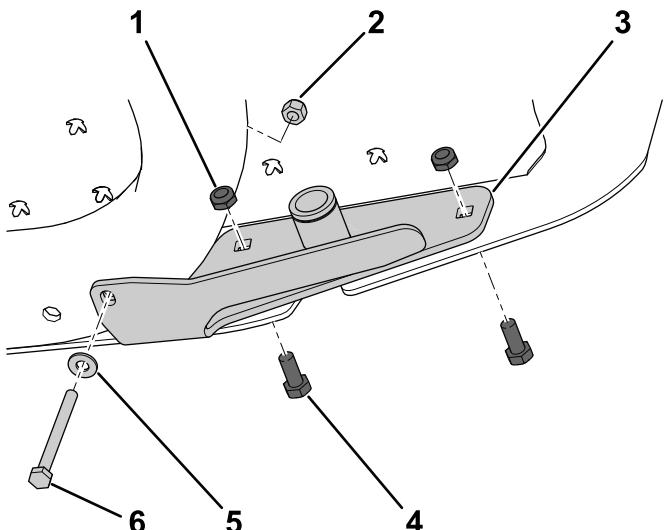

图 17
- 使用螺栓 $1/4 \times 2\frac{3}{4}$ 英寸、垫圈 $1/4$ 英寸和锁紧螺母 $1/4$ 英寸将轮毂总成的底部固定到机器机架请参阅图 17。